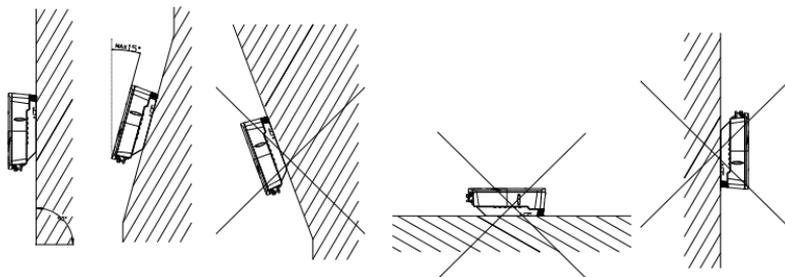

Figura 4.1 Metodo di Montaggio
- ① L'apparecchiatura utilizza il metodo di raffreddamento a convezione naturale e può essere installata all'interno o all'esterno.
- ② Si prega di installare l'apparecchiatura seguendo la guida in Figura 4.1. Si consiglia un'installazione verticale sul livello del pavimento. Montare verticalmente o con un'inclinazione all'indietro al massimo di 15°. Non installare mai l'inverter con un'inclinazione in avanti, lateralmente, orizzontalmente o capovolto.
- ③ Per essere comodi durante i lavori di manutenzione, si raccomanda un'installazione dell'apparecchiatura in posizione parallela alla linea di vista dell'operatore.
- ④ Durante l'installazione dell'inverter, tenere in considerazione la solidità della parete su cui viene montato l'inverter, includendo gli accessori. Assicurarsi che il pannello posteriore sia montato saldamente.